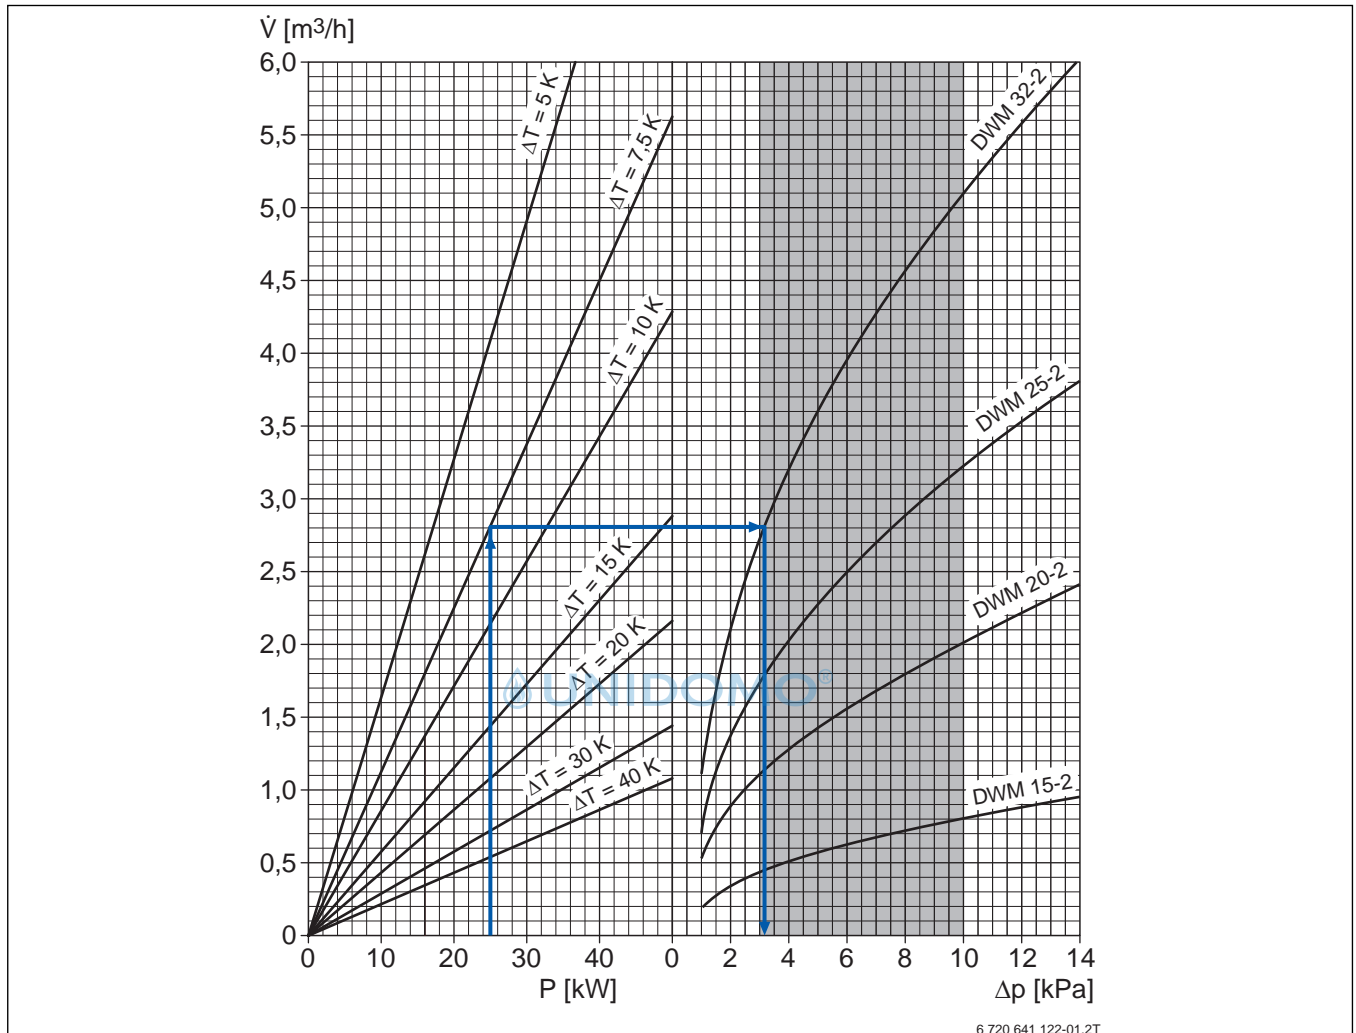

Bild 72 Auslegungsdiagramm für 3-Wege-Mischer
Um eine gute Reglercharakteristik zu erreichen, sollte der Druckverlust im Mischer etwa gleich dem Druckverlust des so genannten „mengenvariablen“ Teils des Rohrnetzes sein, also ebenfalls ca. 3,0 ... 10,0 kPa. Dieser Zusammenhang liegt dem Dimensionierungsdiagramm (→ Bild 72) zugrunde.
- In der linken Hälfte von Bild 72 den Schnittpunkt von der Leistungslinie und der Temperaturdifferenzlinie suchen.
- In der linken Hälfte von Bild 72 den Schnittpunkt der Leistungslinie und der Temperaturdifferenzlinie suchen. Dieser liegt bei einem Heizwasservolumenstrom von ca. $2,8 \text{ m}^3/\text{h}$.